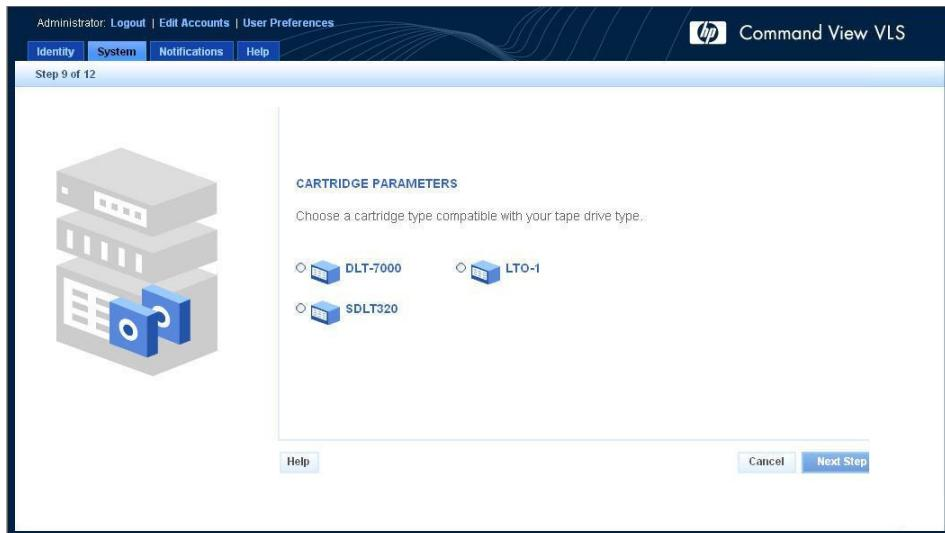

図 36. [Create Virtual Library Wizard] ウィンドウ (9/12)
6. エミュレートするカートリッジのタイプを選択します(図 36)。